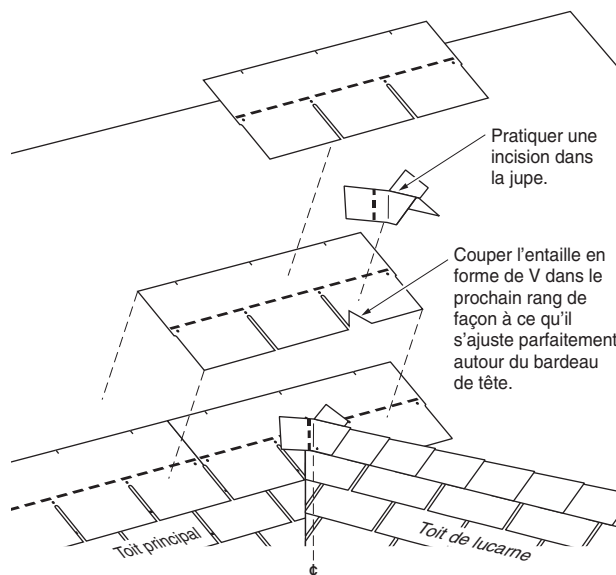

Figure 9-10 : Vue éclatée du point de rencontre du faîte de la lucarne et du toit principal.
9. L'incision dans la pièce de recouvrement du faîte doit être recouverte entièrement par le bardeau du rang suivant. Si certaines découpes ou certains joints bout à bout se trouvent à moins de 4 po (100 mm) de l'incision, poser une retaille de bardeau d'au moins 8 po (203 mm) de largeur et 12 po (305 mm) de hauteur par-dessus l'incision avant de poser le bardeau entier (figure 9-10).